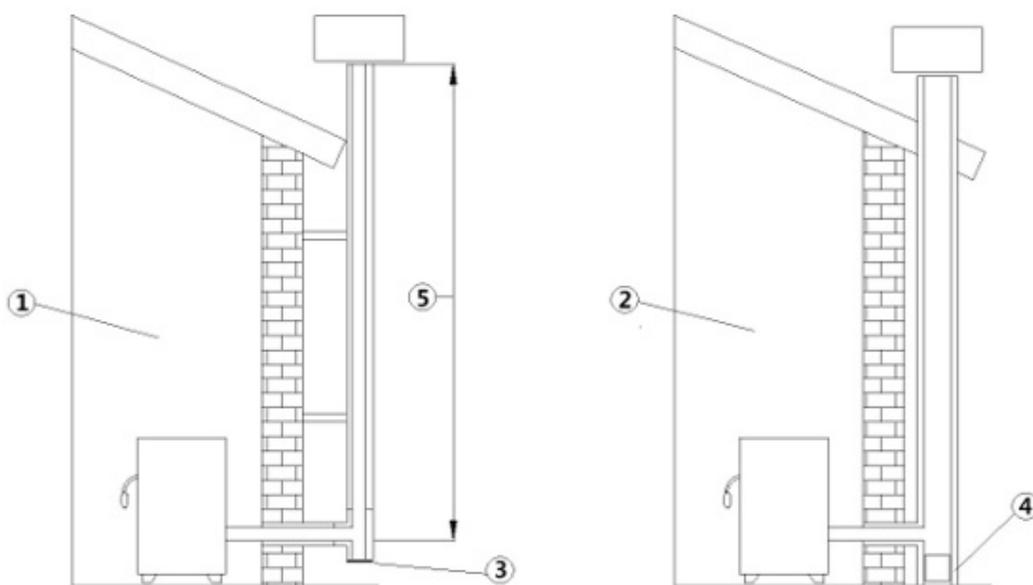

Fig. 3 - Condução de evacuação de fumos
LEGENDA	Fig. 3
- A conduta de evacuação de fumos deve ser individual (ver **Fig. 3**) com tubos inox isolados (1) ou em uma chaminé já existente (2).
- Ambas as soluções devem ter uma tampa de inspeção (3) e/ou porta de inspeção (4).